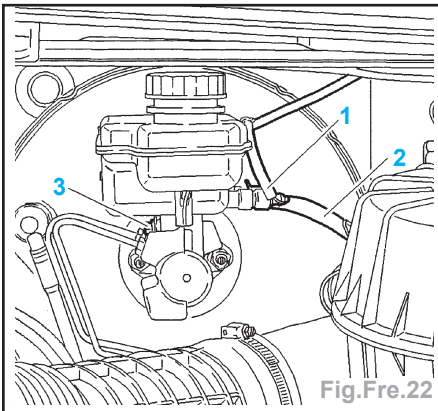

Fig.Fre.22
- débrancher le connecteur (1) (Fig.Fre.22),